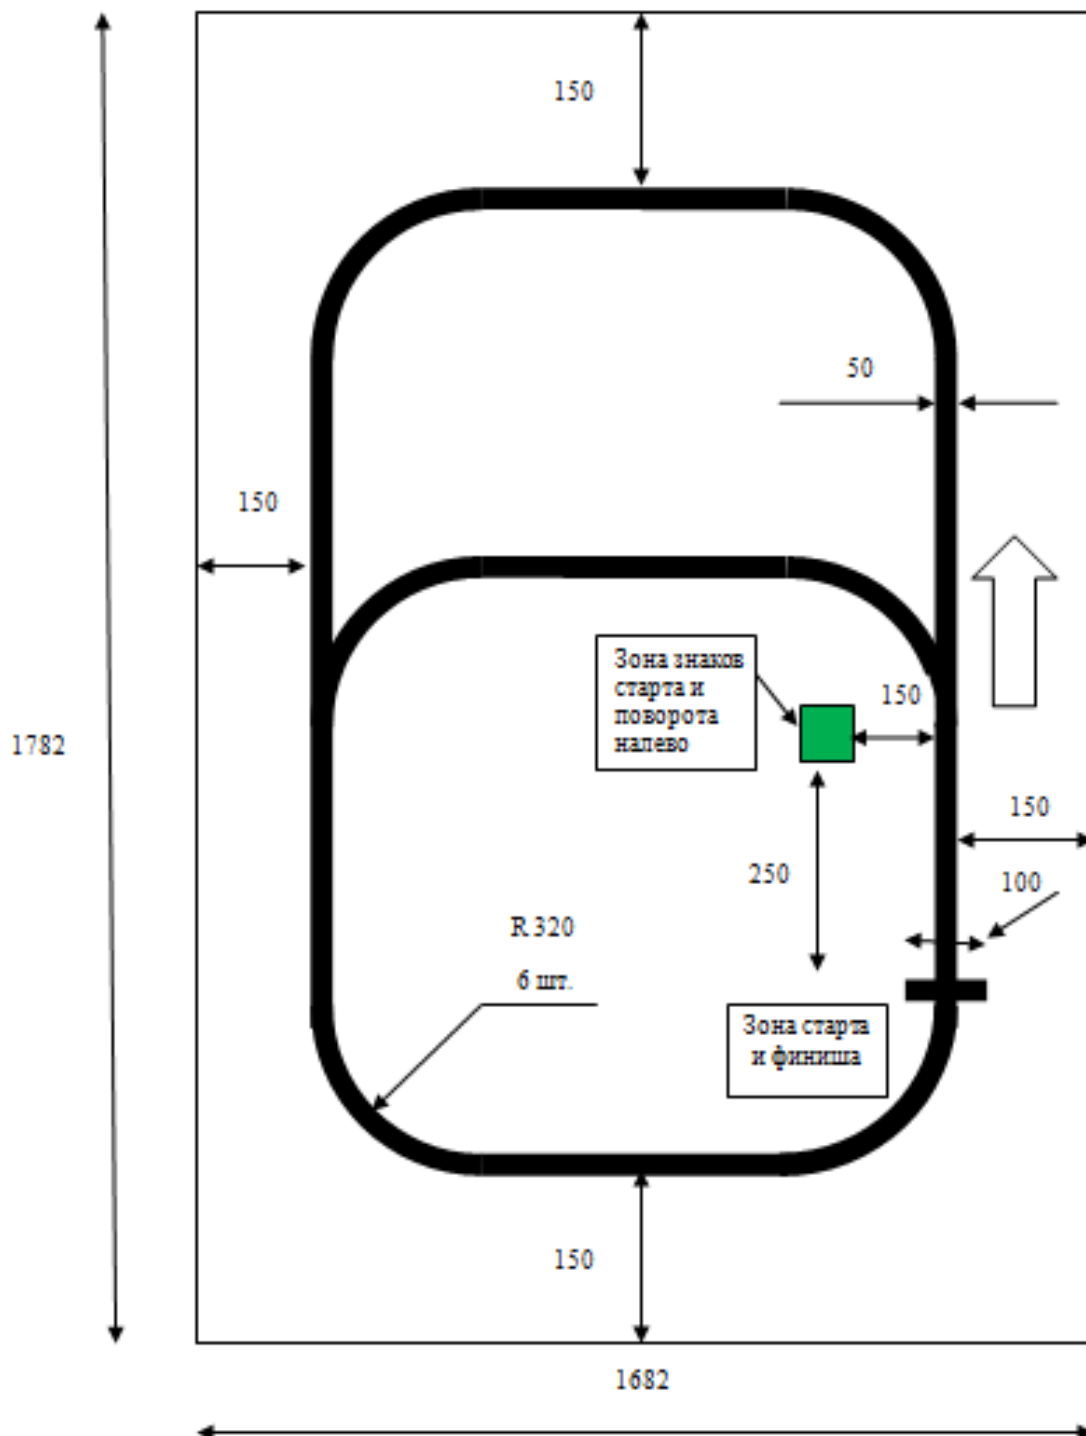

Рис. 1. Схема трассы
- 7.12. При сходе с полосы (а при развороте перед препятствием — сходе с трассы) не более чем двумя колесами разрешается. Границы трассы обозначены желтыми линиями (см. рис. 1).
- 4.6. Знаки на трассе устанавливаются с левой стороны полосы движения, как показано на рис. 1.